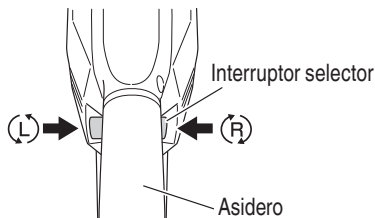

Fig. 13
4. Examinar la dirección de rotación. La broca rota hacia la derecha (mirándola desde atrás) al oprimir el lado R (der.) de inversión. El lado L (izq.) se usa para hacer girar la broca a la izquierda (Vea las Fig. 13). (Las marcas «L» y «R» están en el cuerpo del taladro.)